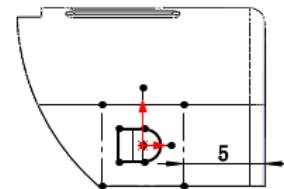

图 4.32 编辑草图
- (4) 编辑草图，如图 4.32 所示。退出草图环境，完成成形特征 2 的创建。